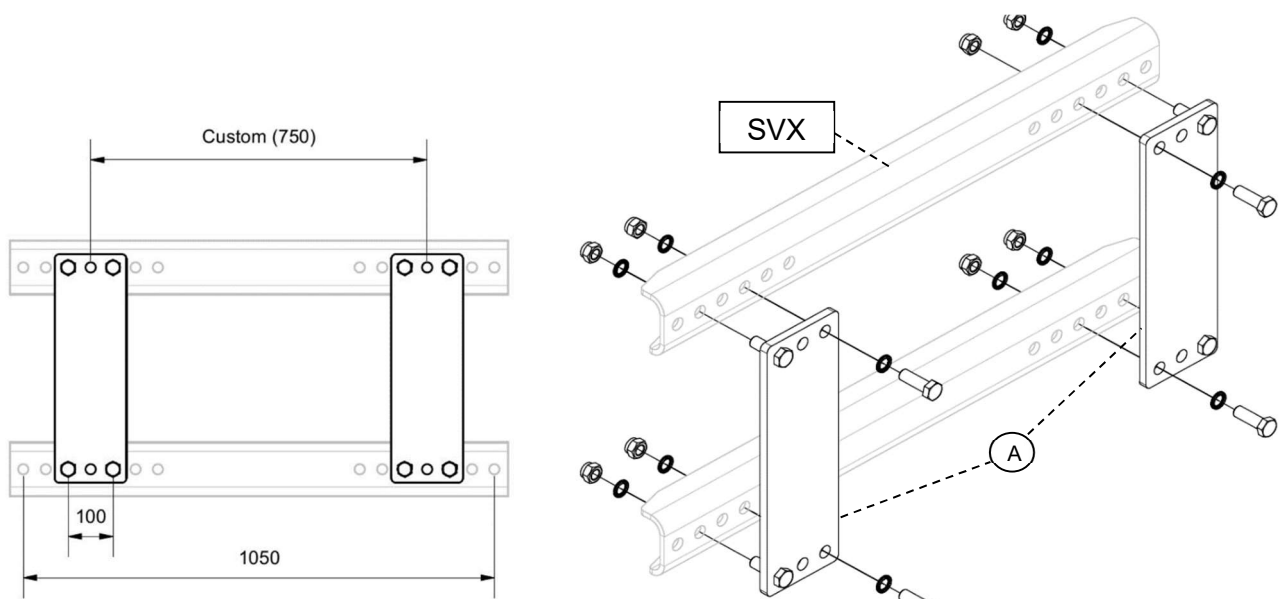

Bild.8
Det finns många olika redskapsbärare, i de fall där Trejon EJ har ett färdigt fäste så kan man själv svetsa fast dessa på en blank platta (A). Det finns ett färdigt kit för detta, **art.nr. 84005** – se Bild.8. Kunden kan själv svetsa fästкроkar för lastbäraren. För montering mot SVX sopvals läs avsnitt 1.8.